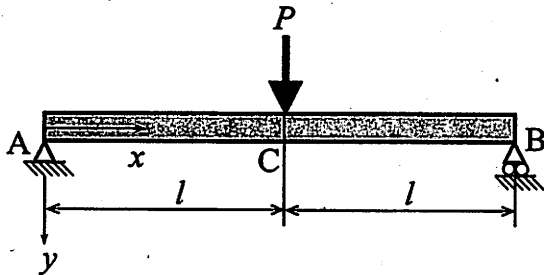
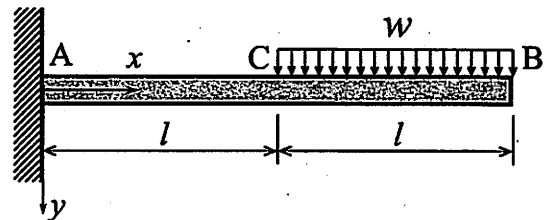

図 2-1
図 2-2
2. 長さ $2l$ [m], 縦弾性係数 E [Pa], 断面二次モーメント I [m⁴] の部材 AB を用いて, 図 2-1 と図 2-2 に示すようなはりの曲げを考える. はりの質量は無視できるものとし, 以下の間に答えよ. なお, A 点に位置する横断面の図心から右向きに x 軸をとり, 下向きに y 軸をとる.
- (1) 図 2-1 では, 両端で単純支持された部材 AB において, 中央の C 点で集中荷重 P [N] が下向きに負荷されている. AB 間での位置 x [m] における曲げモーメント $M(x)$ [N·m] を求めよ.
- (2) 図 2-2 では, 片持ちはりの部材 AB において, 区間 CB に一様分布荷重 w [N/m] が下向きに負荷されている. AB 間での位置 x における曲げモーメント $M(x)$ を求めよ.
- (3) 小問(2)において, 自由端 B のたわみ y_B [m] (下向きを正) を求めよ.
- (5) 図 2-1 の単純支持はりに生じる曲げ応力の最大値 (最大引張応力) と, 図 2-2 の片持ちはりに生じる曲げ応力の最大値 (最大引張応力) が一致した. このとき, 以下の関係が成り立つ.